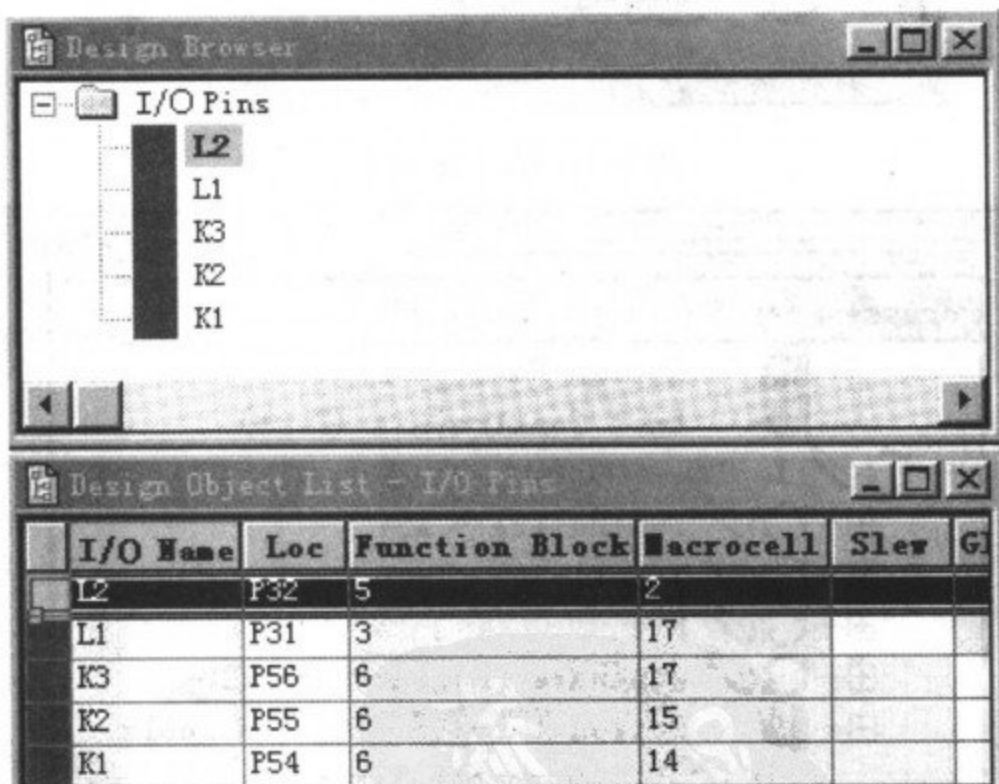

图 3-50 锁定引脚后的情况
(2)在界面左上侧的 I/O Pins 目录内单击要锁定的引脚,如 K1,这时该信号 K1 变成深蓝色;然后用鼠标拖动 K1 到 XC95108 芯片的 54 引脚上(当鼠标移到脚上时,会自动显示脚号)并单击该引脚,这时该引脚变成蓝色,即表示 K1 已经被锁定成功。依此方法将 K2 锁定在 55 脚上,将 K3 锁定在 56 脚上,将 L1 锁定在 31 脚上,将 L2 锁定在 32 脚上,如图 3-50 所示。